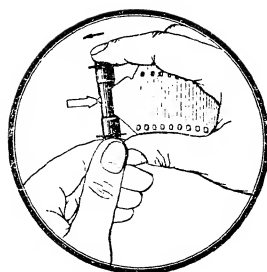

Рис. 4
1. Обрезать конец пленки и, оттянув пружинку катушки, укрепить под ней пленку; эмульсионный слой должен быть обращен к оси катушки (рис. 4). Пленку рекомендуется наматывать туго, но без значительных усилий, придерживая ее за ребра и перфо-